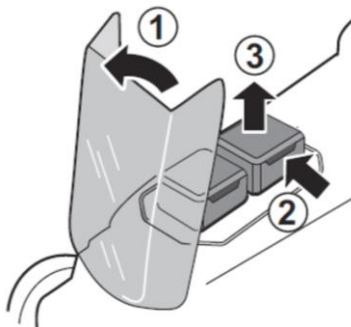

Рисунок 5
4. Зняття / встановлення батареї (рис.5)